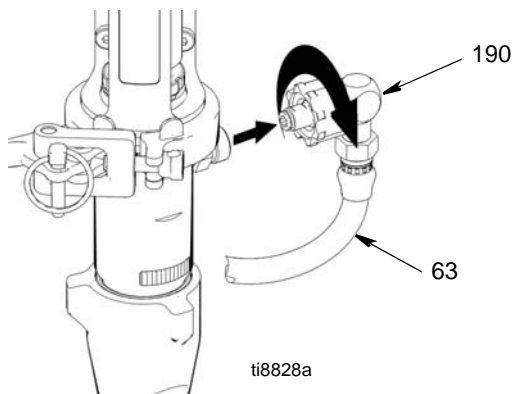

FIG. 14
4. (Afb. 14) Verwijder de fitting van de verfslang (190) en de verfslang (63) van de pompfitting.